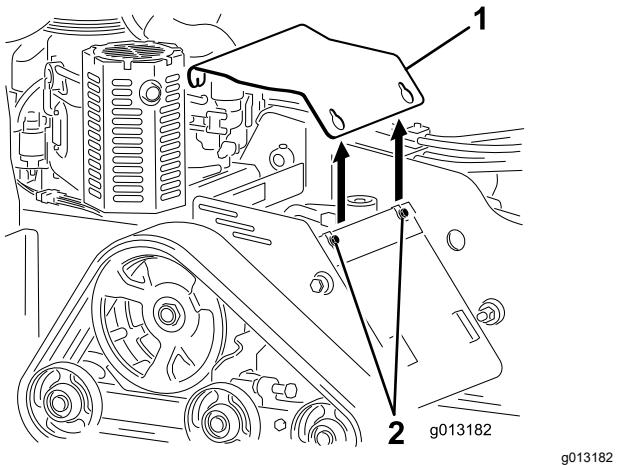

Figura 23
4. Afloje secuencialmente los 3 pernos que sujetan la cubierta al bastidor hasta que la cubierta quede suelta (Figura 23).
6. Para instalar la tapa antes de utilizar la máquina, deslícela en su sitio y sujetela con los 3 pernos que retiró anteriormente (Figura 23).